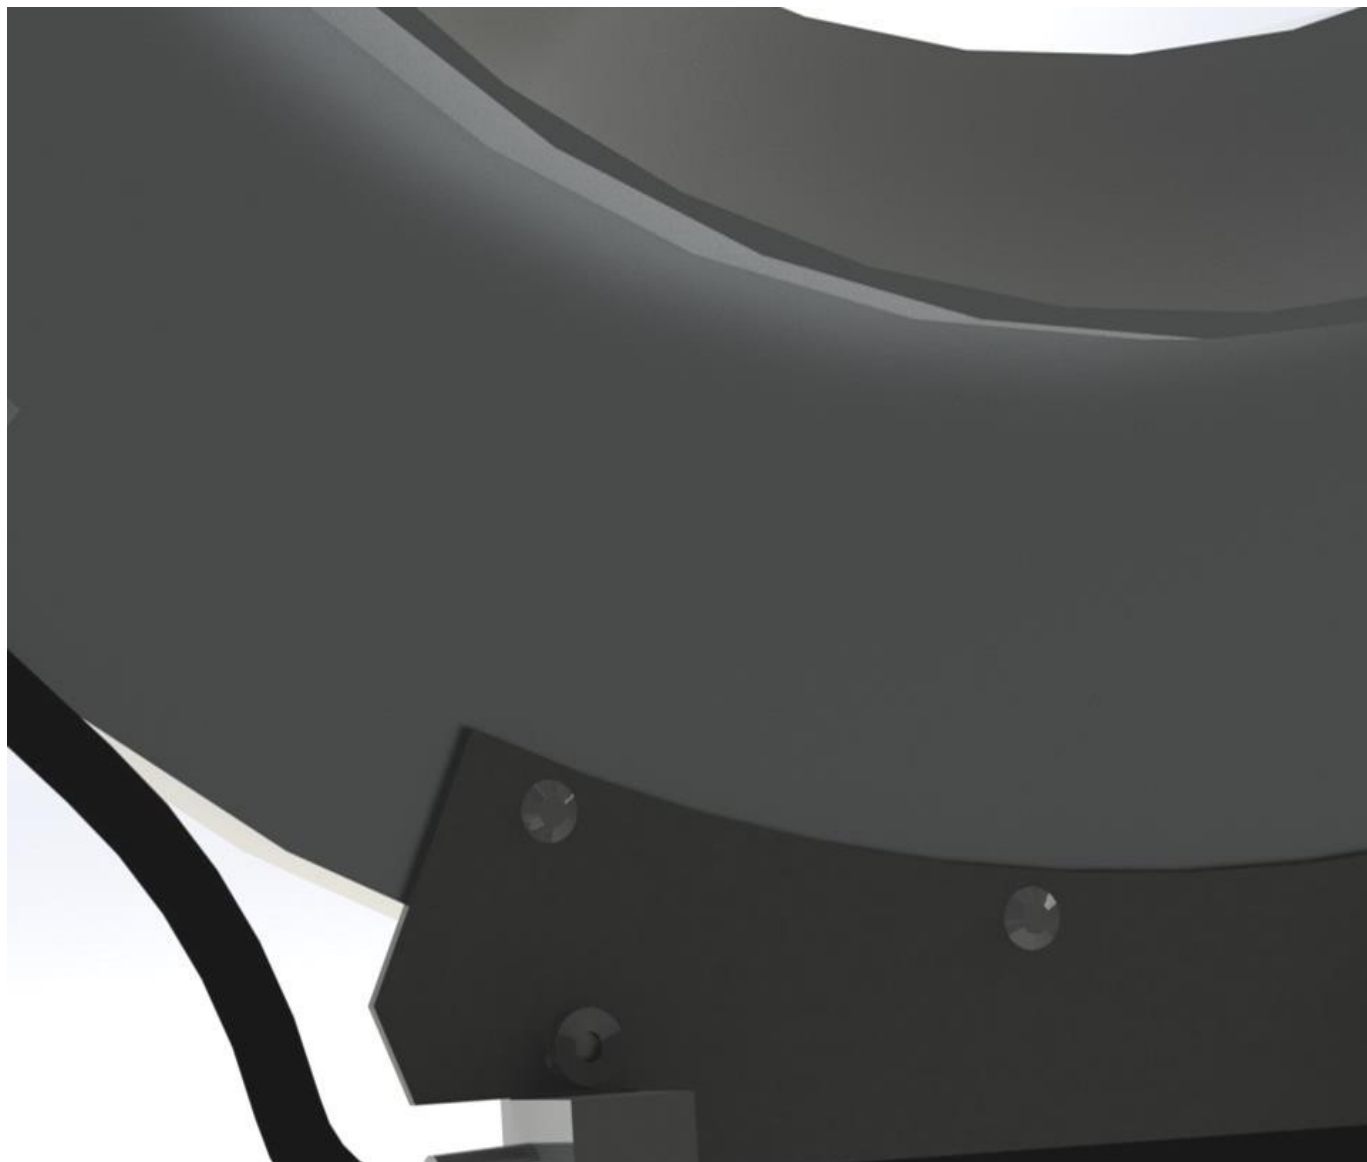

рис.2
- установить датчик шпильками в отверстия таким образом, чтобы он был расположен внутри крышки, а провод выходил на заднюю часть высевающего аппарата (рис. 2)